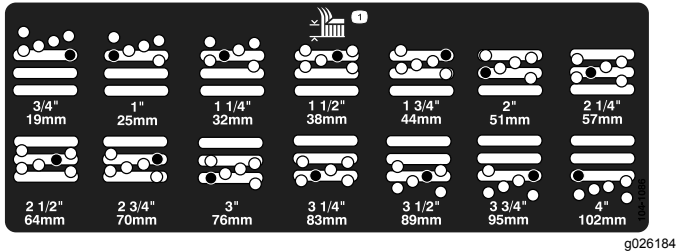

Bild 17
5. Stellen Sie die Kammer auf die gewünschte Schnitthöhe ein und setzen Sie das Distanzstück im gewünschten Schnitthöhenloch und -schlitz ein (Bild 17).